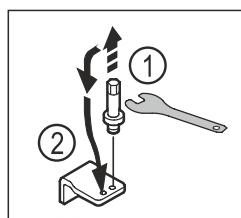

Fig. 17
- S ključem z zunanjim šestkotnikom velikosti 5 odvijte sornik spodnjega ležajnega podstavka. Fig. 17 (1)
- Sornik vstavite na nasprotni strani. Fig. 17 (2)